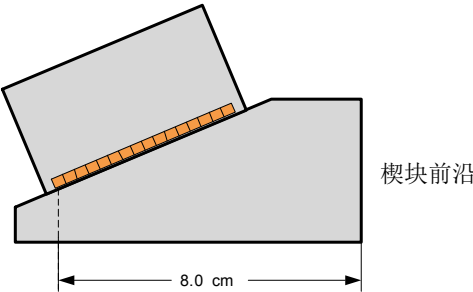

图 4-7 主轴偏移测量
- d) 选择**主轴偏移**，然后输入主轴偏移值，即楔块前沿与探头第一晶片中心之间的距离（参见第 88 页的图 4-7）。